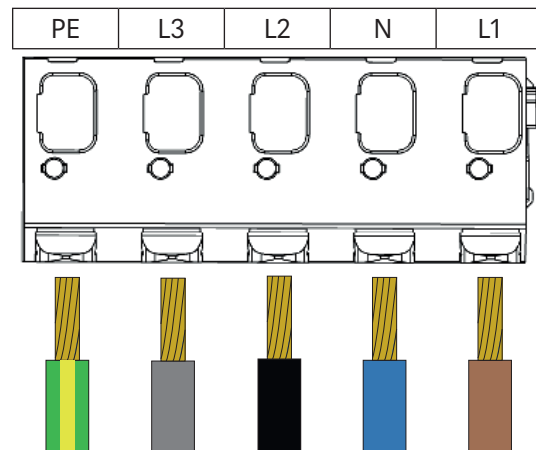

Bild 1
- $\varnothing < 12$  mm (11 kW): obere Klemmstege nutzen (Bild 1)
- Außendurchmesser  $< 12$  mm (11 kW): Zahl "11" auf dem Klemmstück muß rechts oben lesbar sein (Bild 1)